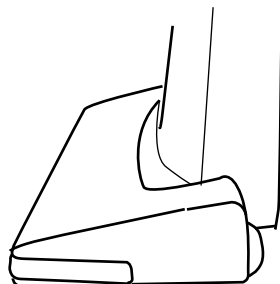

Fig. 13
- Position verticale - lors du nettoyage ou du rangement des outils (Fig. 13). La poignée se verrouille dans cette position.